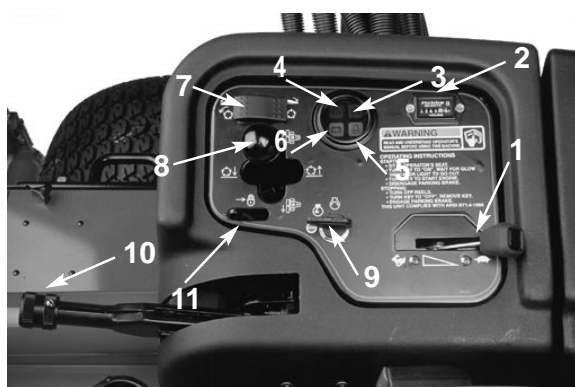

Fig. 9
**Startbryter** (Fig. 9)—Startbryteren har tre stillinger: AV, PÅ/FORVARME og START. Drei nøkkelen til PÅ/FORVARME til varsellampen for glødepluggen slukner (ca. 7 sekunder), og drei den så til START for å koble startermotoren inn. Slipp nøkkelen straks motoren tenner—den går automatisk tilbake til PÅ/GÅR-stilling. Drei nøkkelen til AV for å stoppe motoren. Ta alltid nøkkelen ut—dette vil hindre utilsiktet start.
**Gass** (Fig. 9)—Hvis gasshåndtaket føres frem øker motorens turtall; hvis det trekkes tilbake faller det.
**Klippeenhetenes skiftehendel** (Fig. 9)—Før hendelen frem for å senke klippeenhetene til bakken. De kan ikke senkes med mindre motoren går, og de virker ikke i løftet stilling. Trekk hendelen tilbake for å LØFTE klippeenhetene.
**Indikator** (Fig. 9)—Viser når klippeenhetene er i midtstilling.
**Bryter for klippeenhetens drev** (Fig. 9)—Bryteren har to stillinger: ENGAGE (INNKOBLET) og DISENGAGE (UTKOBLET). En vippebryter virker på en magnetventil for drev av klippeenhetene.
**Timemåler** (Fig. 9)—Viser det totale antall timer klipperen har vært brukt. Virker så lenge tenningsnøkkelen er på.
**Varsellampe for kjølevæskens temperatur** (Fig. 9)—Lysers hvis temperaturen blir for høy. Hvis trekkenheten ikke stoppes, og temperaturen stiger, vil motoren stoppe.
**Varsellampe for oljetrykk** (Fig. 9)—Lysers hvis oljetrykket faller for mye.
**Varsellampe, vekselstrømsdynamo** (Fig. 9)—Lysers ikke når motoren går. Hvis den gjør det må ladesystemet undersøkes og repareres om nødvendig.
**Varsellampe, glødeplugg** (Fig. 9)—Lysers når glødepluggen er på.
**Parkeringsbremse** (Fig. 9)—Med motoren slått av må parkeringsbremsen alltid være på for å hindre at klipperen kan bevege seg. Trekk hendelen opp for å sette bremsen på. Motoren stopper hvis kjørepedalen trykkes ned med parkeringsbremsen på.
**Løftehendellås** (Fig. 9)—Før denne tilbake for å hindre at klippeenhetene senkes.
**Sylinderhastighetkontroll** (Fig. 9)—(Sitter under konsolldekslet)—For å få ønsket klippehastighet (sylinderhastighet) dreies kontrollknappen til ønsket innstilling for klippehøyde og klippehastighet. Se *Valg av klippehastighet* i håndboken.